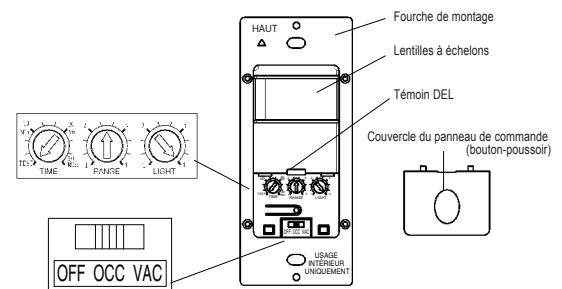

Figure 4
**Cadran de luminosité ambiante :** Le réglage de luminosité ambiante est réglé au moyen du cadran de luminosité ambiante (se reporter à la Figure 4). Tourner complètement le cadran de luminosité dans le sens antihoraire, la lumière s'allume toujours lorsqu'un mouvement est détecté. Pour tous les autres réglages, les lumières s'allumeront lorsque la luminosité est inférieure au réglage.